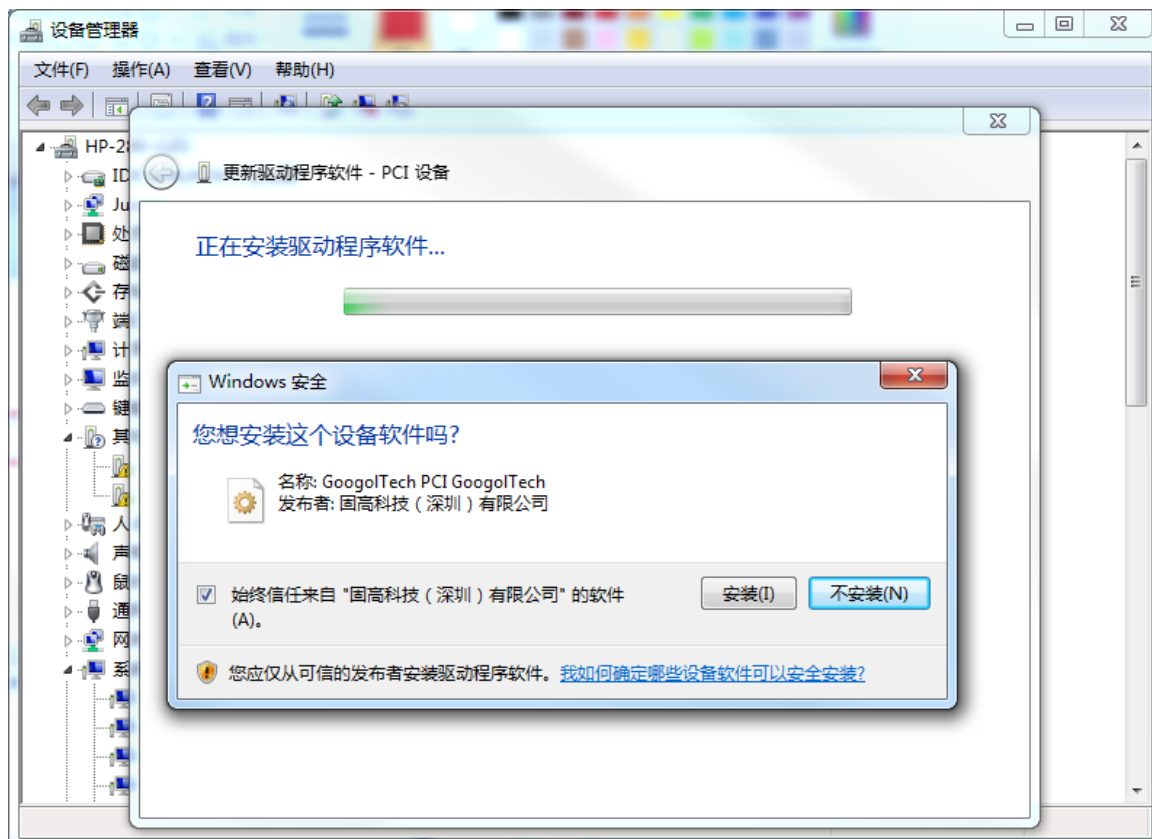

图 2-5 控制器驱动程序安装界面 5
(6) 如图 2-5 所示，勾选“始终信任来自”固高科技(深圳)有限公司的软件(A)”，点击“安装(I)”。